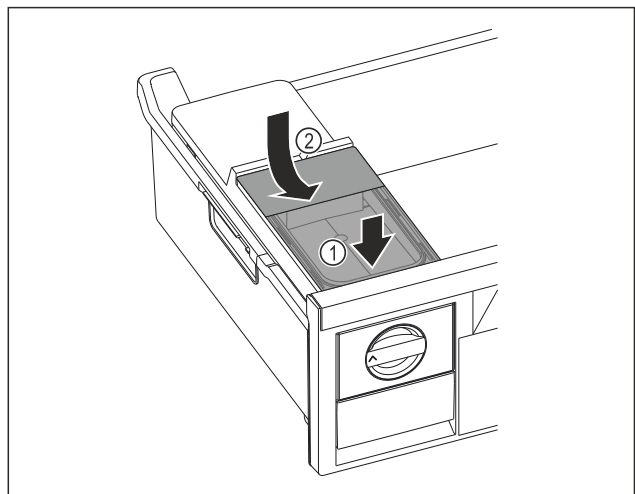

Fig. 122
- Placer le réservoir d'eau à l'avant. Fig. 122 (1)
- Abaisser le réservoir d'eau à l'arrière. Fig. 122 (2)